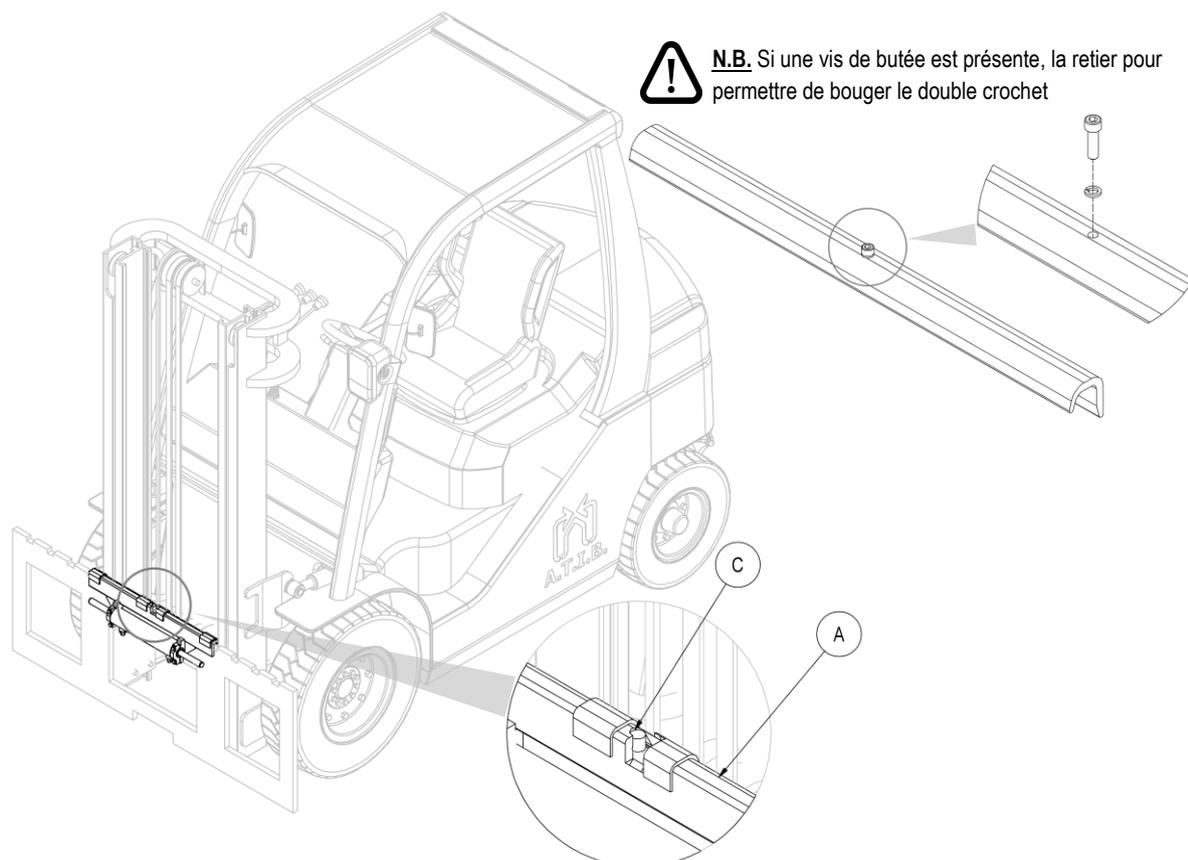

Figure 6
4. Prendre le double crochet **A** (avec les bagues de glissement et le vérin de translation correspondant), et le positionner sur le profil supérieur du tablier porte-fourches, en veillant à emboîter le goujon de centrage **C** dans l'encoche centrale de celui-ci (voir Figure 6).